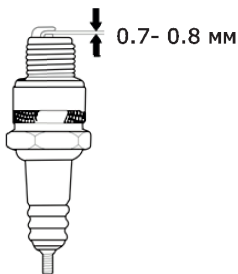

Рис. 17
5. Проверьте зазор между электродами свечи зажигания. Он должен составлять 0.7-0.8мм (Рис. 17). При необходимости отрегулируйте зазор.